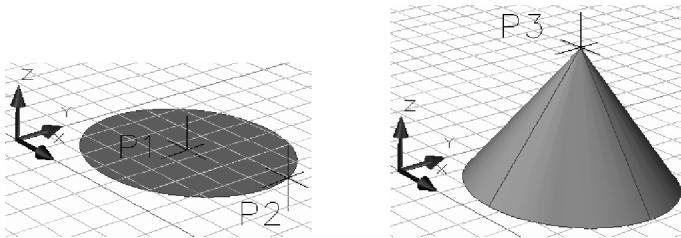

Fig. 9.9 Definirea geometriei modelului în mod dinamic
- Definirea geometriei modelului în mod dinamic – Fig. 9.9.